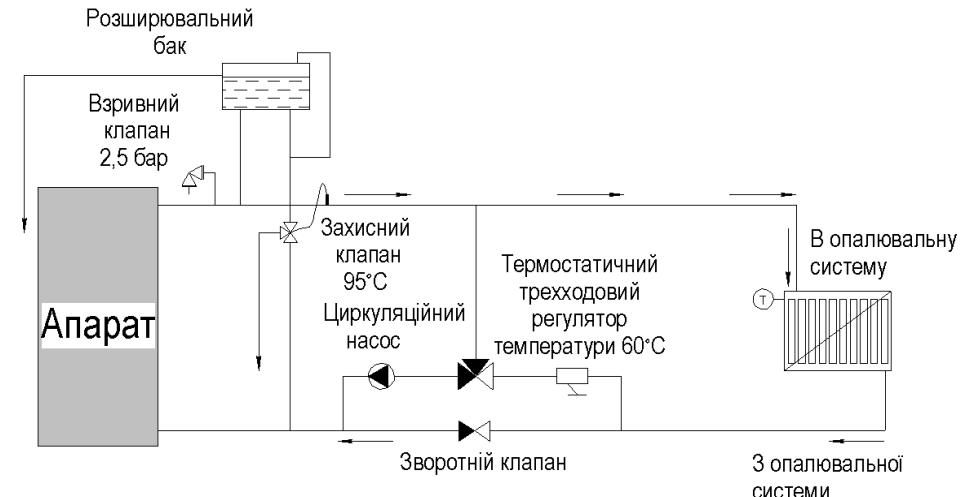
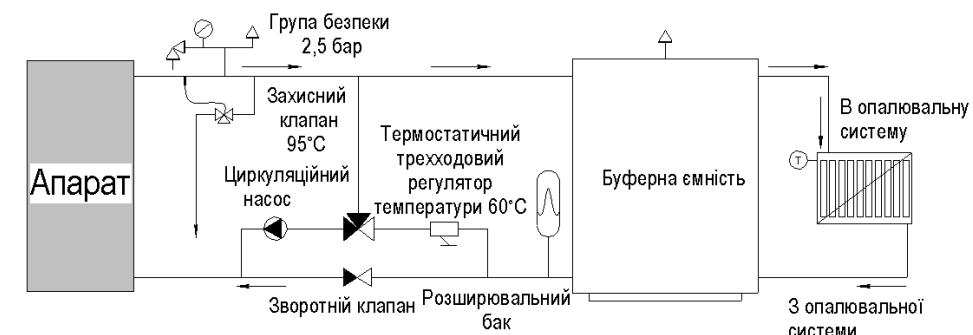

Рис. 5. Рекомендована схема приєднання апарату до відкритої системи опалення
Рис. 6. Рекомендована схема приєднання апарату до закритої системи опалення
**УВАГА!** При першому розпалі апарату, коли вода в системі не прогріта, можливе природне випадання конденсату в середині апарату. Після прогрівання конденсат зникає. Для зменшення утворення конденсату використовуйте одну із рекомендованих схем підключення апарату до системи опалення (Рис.5 або Рис.6)
2.2.2.2.6 Схема під'єднання апарату до системи опалення приведена на рис. 5 і рис.6.